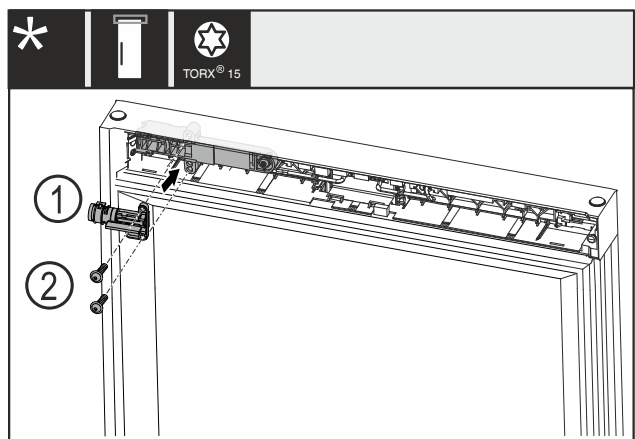

Fig. 23
- Mehansko ključavnico Fig. 23 (1) obrnite za 180° in jo montirajte na nasprotno stran.
- Pritrdite mehansko ključavnico Fig. 23 (1) z vijaki Fig. 23 (2).